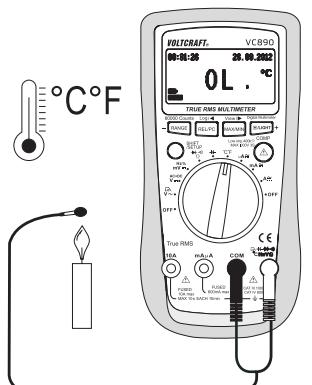

Abb. 9
2. Drücken Sie die SHIFT/SETUP-Taste (3), um die Messfunktion auf eine Anzeige in °F umzuschalten.
3. Stecken Sie den Thermofühler polungsrichtig mit dem Pluspol in die °CHzVΩ-Messbuchse (7) und mit dem Minuspol in die COM-Messbuchse (8) (Abb. 9).